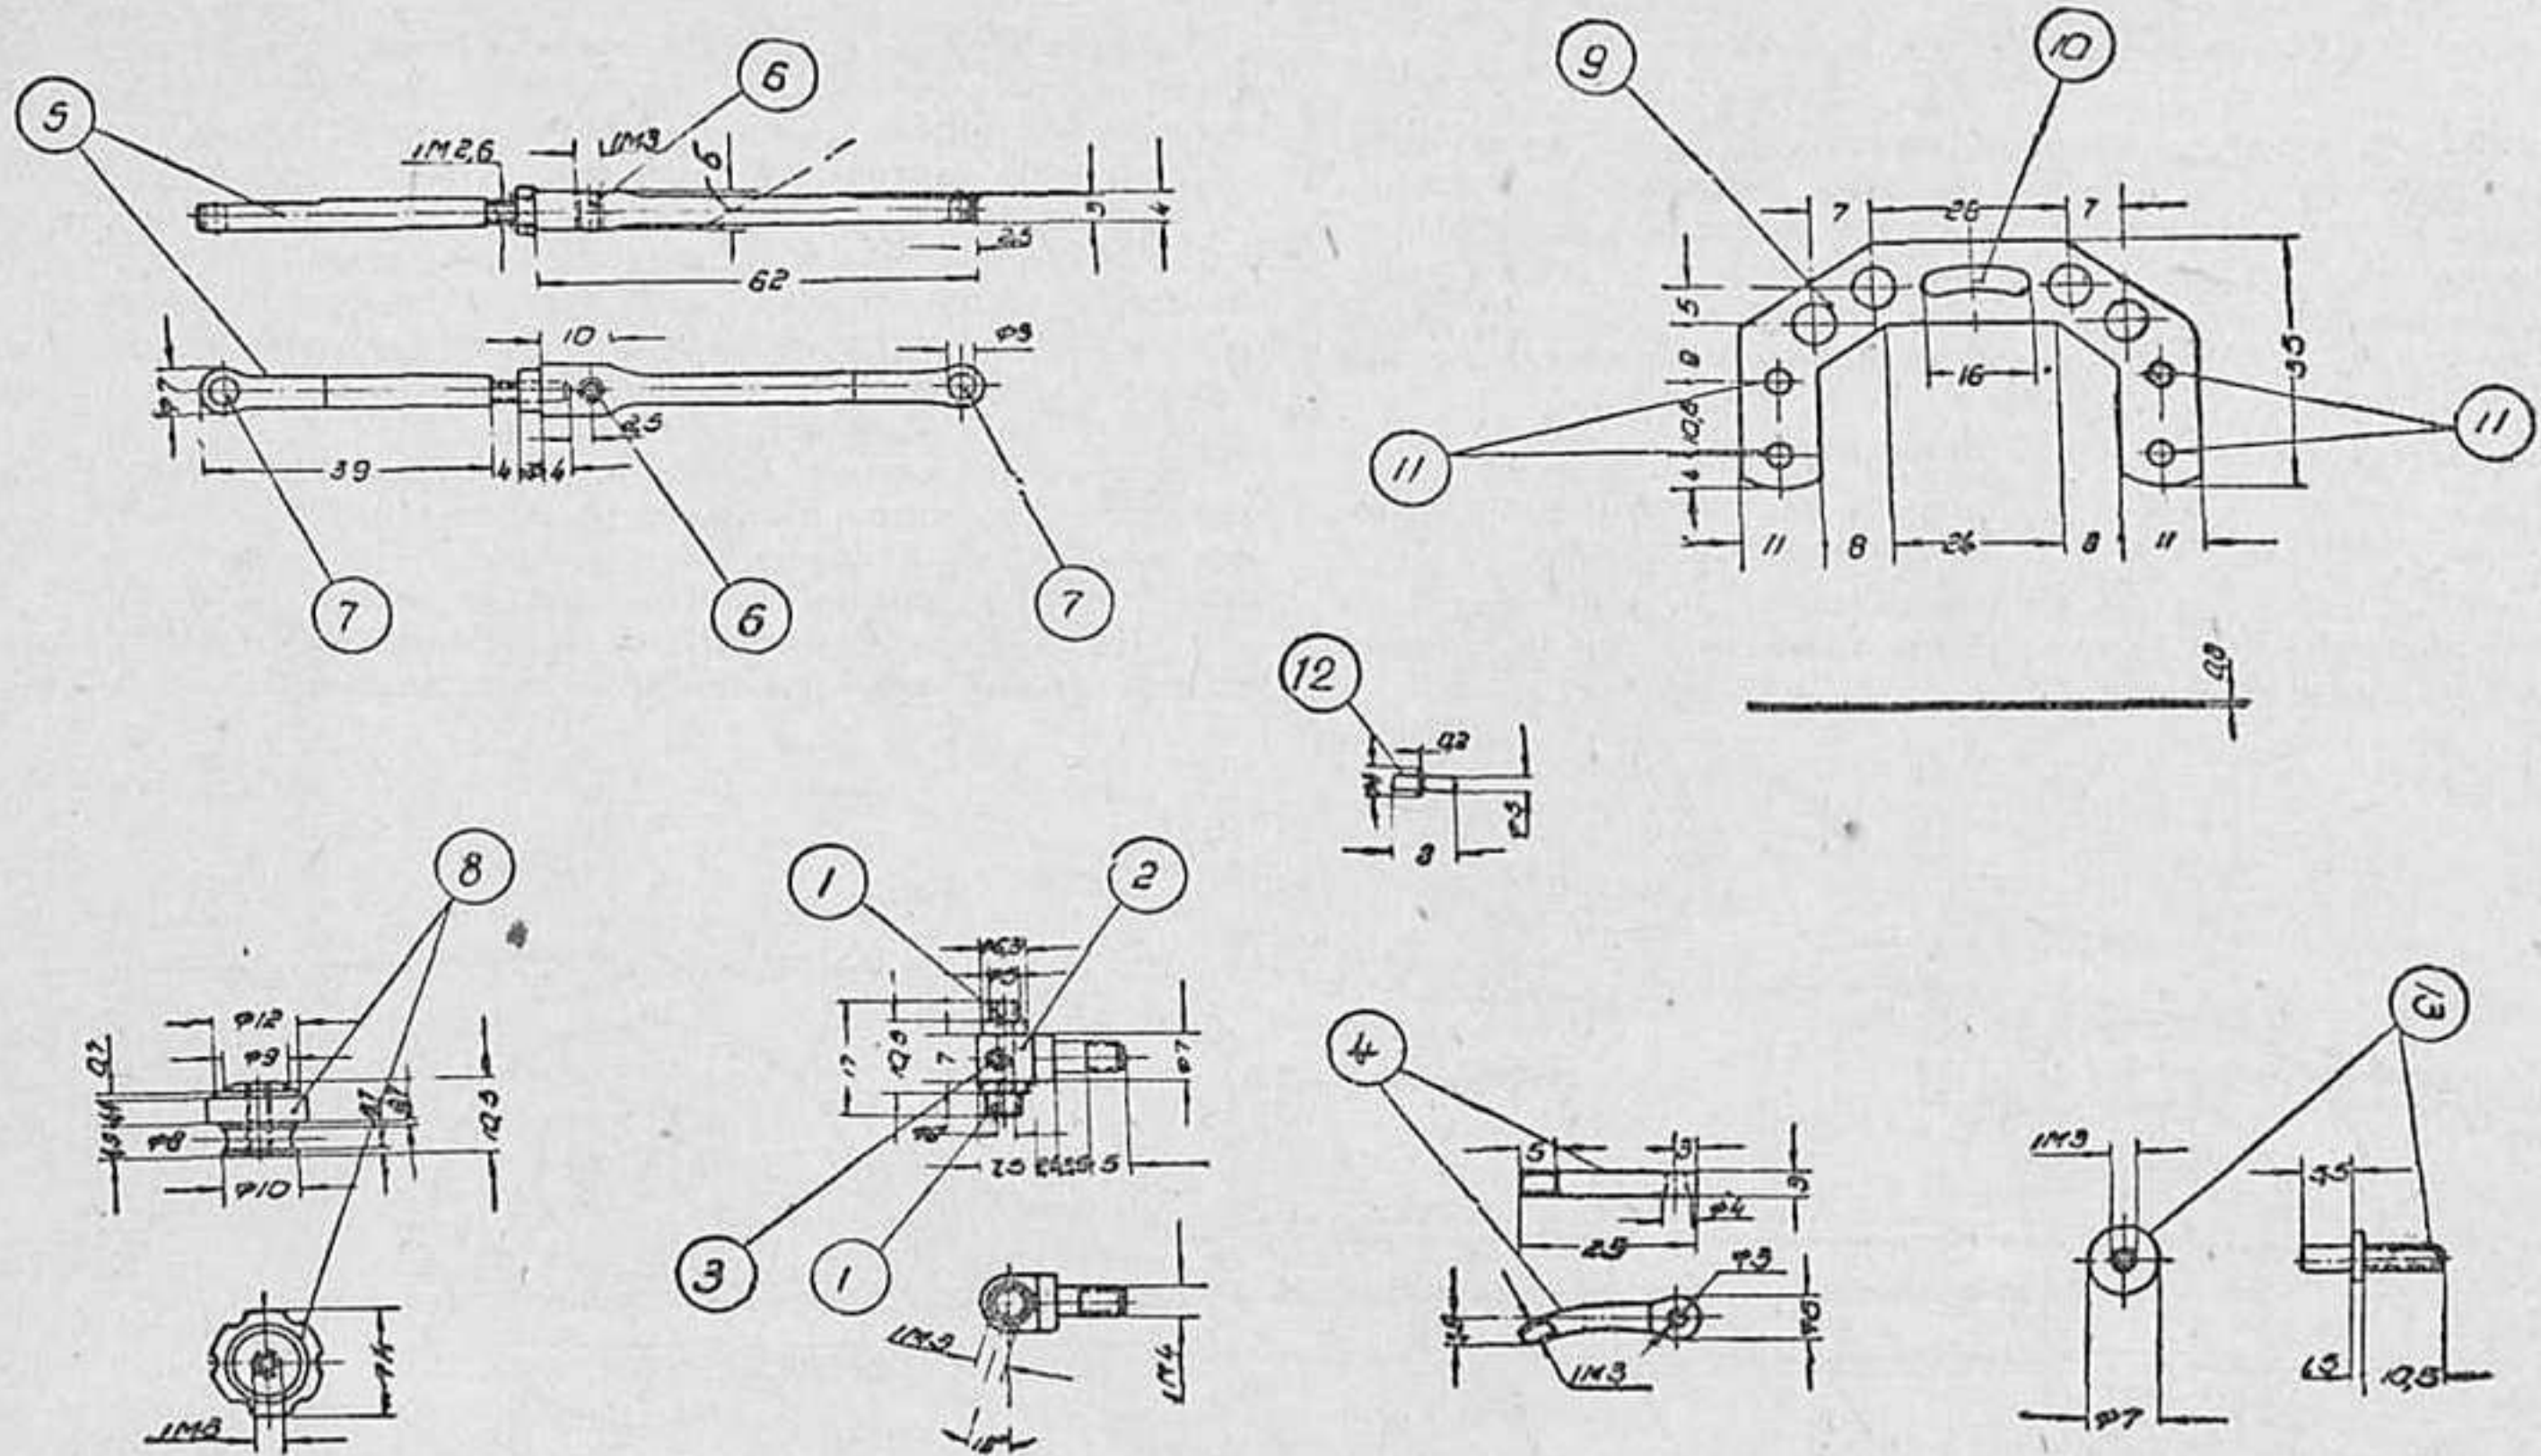

Рис. 22.
На рис. 22 видны детали фиксируемого рулевого управления. Оно состоит из двух поворотных цапф (2) с запрессованными в них продольными тягами (4), поперечной рулевой тяги (5), стопорной гайки (8) и стопорной планки рулевого управления (9).